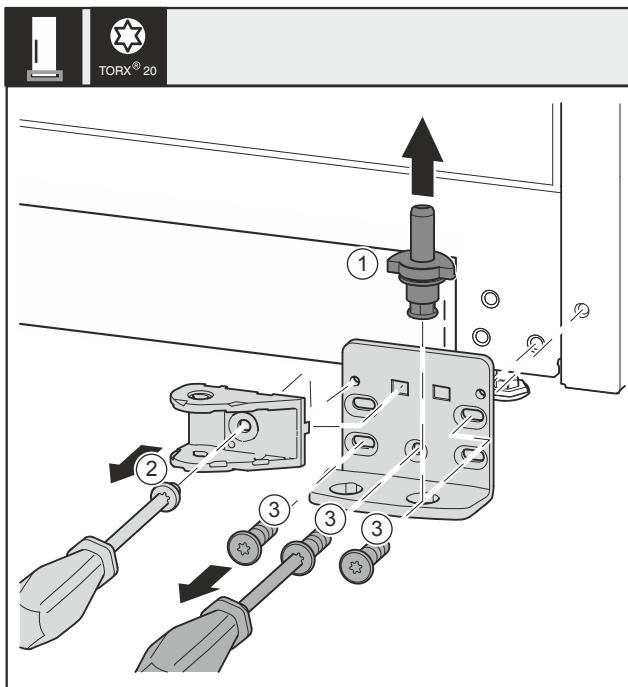

Fig. 32 \*
- ▶ Extraiga el perno del cojinete Fig. 32 (1) por completo hacia arriba.\*
- ▶ Desatornille el tornillo Fig. 32 (2) con un destornillador y retire la conexión del amortiguador de cierre.\*
- ▶ Desatornille los tornillos Fig. 32 (3) con un destornillador y retire el soporte del cojinete.\*